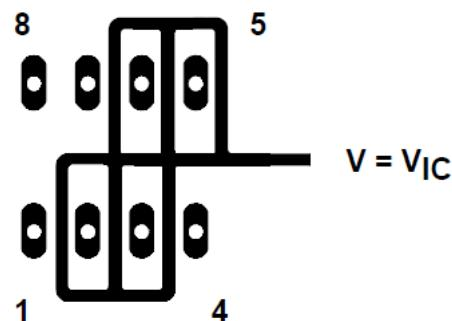

図 5-4. デバイス入力周辺の絶縁金属 (JG および P パッケージ)
1. デバイスを他の潜在的なリーク源から絶縁します。デバイス入力の周囲と間に、接地されたシールドを使用します (図 5-4 を参照)。そうしなければ入力に流れ込む可能性のあるリーケージがシャントされます。
TLC272 および TLC277 は入力インピーダンスが非常に高く、バイアス電流が低いため、低レベルの信号処理に適していますが、プリント基板やソケットに流れるリーク電流がバイアス電流要件を簡単に超え、デバイス性能が低下する可能性があります。入力の周囲にガード リング (セクション 5 セクションの 図 5-4 のものと同様) を配置することをお勧めします。